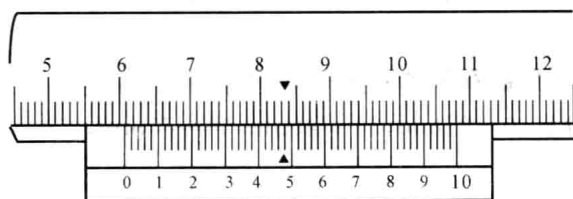

图 1-8 游标卡尺读数方法
- (1)读整毫米数,即读出副尺零线左边主尺上的整毫米数。
- (2)读小数,即读出副尺与主尺对齐刻线处的小数。
- (3)将两次读数相加,如图 1-8 所示,量具尺寸为